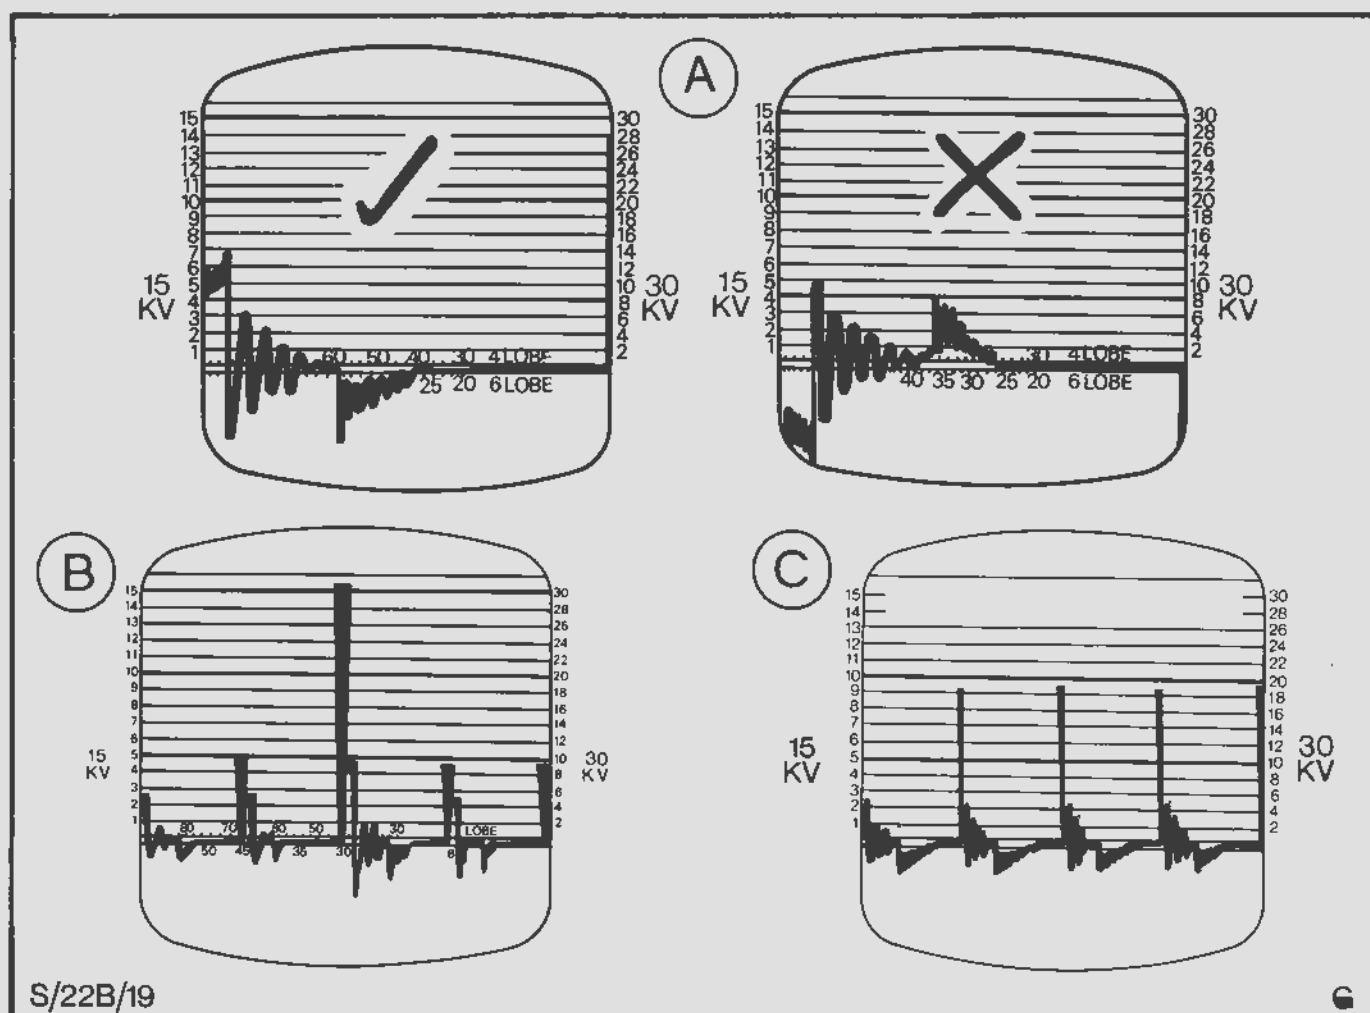

Fig.24. Kontrol af spolens polaritet og udgangseffekt samt tændrørsspændingen med oscilloskop
9. Lad motoren gå i tomgang, vis sekundærkredsen på skærmen og kontroller polariteten (KONTROL A i Fig.24).
10. Lad motoren arbejde med 1000 o/min. og indstil sekundærkredsens mønster på skærmen så den viser alle fire/seks tændingslinier. Afmonter en af tændledningerne ved tændrøret med en isoleret tang. Tændspolens maksimumspænding målt i kV vil registreres på skærmen, se Tekniske Data. Forbind tændledningen med tændrøret. (KONTROL B i Fig.24).
11. Med motoren i tomgang kontrolleres tændrørenes spændingsbehov. Hvis alle tændrør er i god stand, bør der vises en spænding på mellem 9 og 10 kV, hvor alle tændingslinier har samme længde. Hvis skærbilledet viser en fejl, bør der slås op i det eksisterende træningsmateriale for at sikre en korrekt diagnose af fejlen. (KONTROL C i Fig.24).